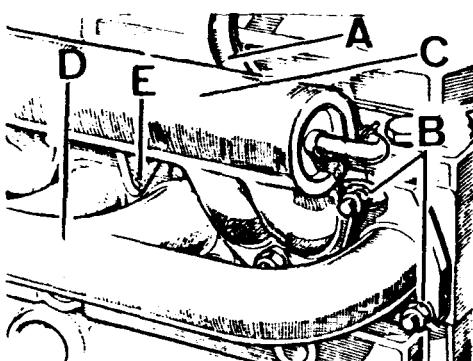

Fig. A3-15 Desmontaje de colectores de admisión y escape
- 1.5. Desconectar los tubos de ventilación del motor, A (Fig. A3-15) delantero y trasero, y el delantero de expulsión del depresor.
- 1.6. Desmontar las tuercas, arandelas y puentes de fijación de los colectores, B (Fig. A3-15) y separar el colector de admisión, C, y los de escape, D (tramo delantero y trasero).
- 1.7. Desmontar la junta de los colectores, E (Fig. A3-15) y limpiar perfectamente la cara de acoplamiento de ésta en la culata.
- 2.3. Instalar el colector de admisión, C (Fig. A3-15) y sujetarlo con sus elementos de fijación sin apretarlos. Montar los dos colectores de escape, C, y sujetarlos con sus elementos de fijación sin apretarlos.